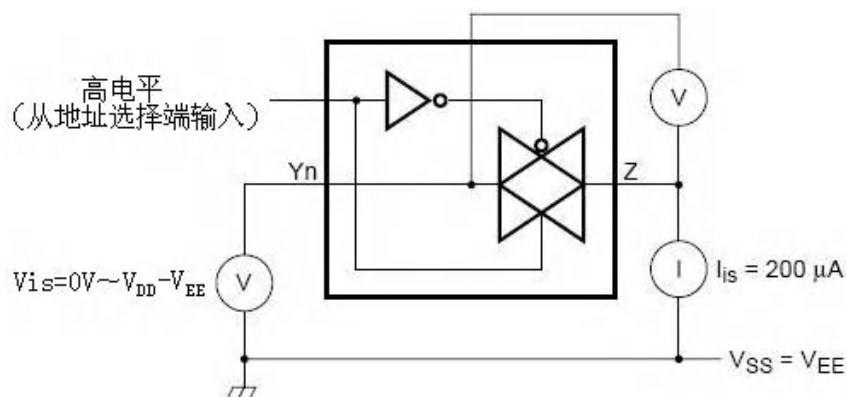

图 4、导通电阻测试线路图
3.3.2、直流特性（未有特殊说明， $V_{SS}=0V$ ， $T_{amb} = 25^{\circ}C$ ，测试线路图见图 4）